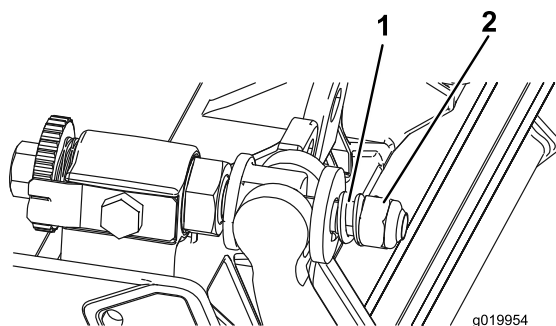

Figura 28
3. Apriete la tuerca de tensado del muelle hasta que el muelle esté comprimido del todo, luego aflójela 1/2 vuelta (Figura 28).
10. Apriete la tuerca de cada ajustador hasta que los muelles de compresión estén comprimidos del todo, luego afloje la tuerca 1/2 vuelta (Figura 28).